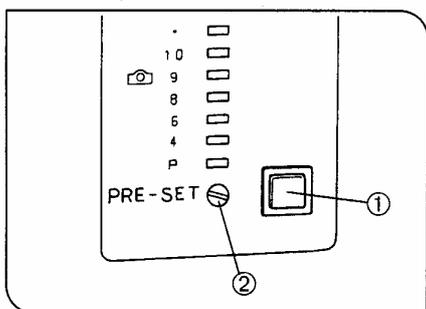

图 4
(2) 设置光强预置按钮 (图 4)
- ◎ 光强预置按钮①能够把光强置于预先选择的水平，无论此时光强调节钮的设置到什么位置。